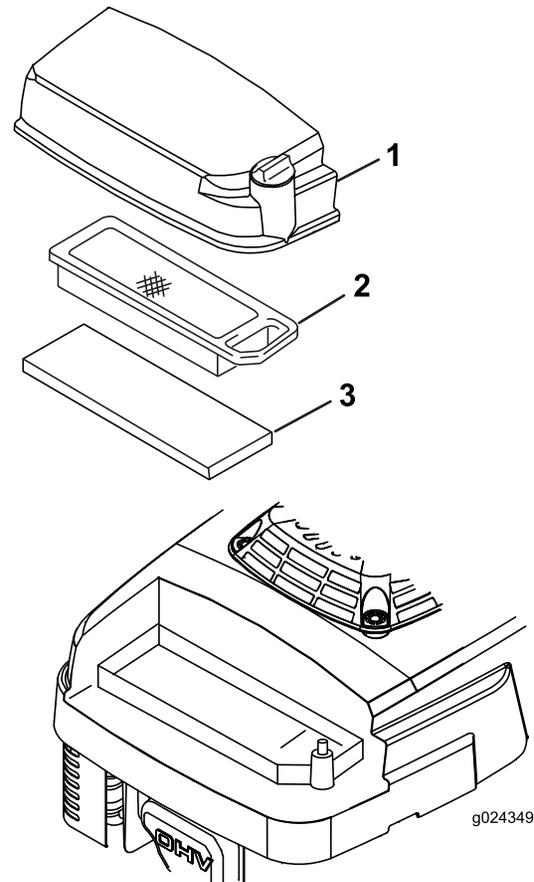

Figura 20
3. Afloje el tornillo de la tapa del filtro de aire (Figura 20).
5. Retire e inspeccione el filtro de aire de papel (Figura 20), y cámbielo si está excesivamente sucio.
6. Retire el pre-limpiador de espuma (Figura 20) y lávelo con un detergente suave y agua, luego séquelo apretando suavemente con un paño.